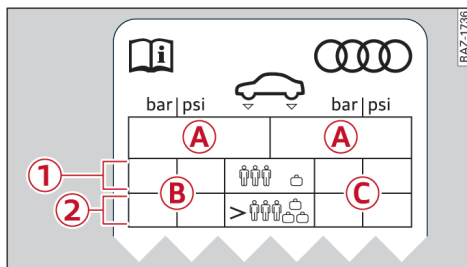

图 127 驾驶员侧 B 立柱：轮胎压力标贴
⇒ 图 127 位于 B 柱上（驾驶员侧）。
- ▶ 根据标贴 ⇒ 图 127 上读取正确的轮胎充气压力。
在车上每次更改轮胎气压（从部分装载改为满载或从满载改为部分装载）或更换车轮后，必须重新存储轮胎压力⇨第 207 页。轮胎压力监控显示系统只监控您存储的轮胎充气压力。关于车辆轮胎充气压力建议，请参见轮胎充气压力标贴⇨204 页，图 127。